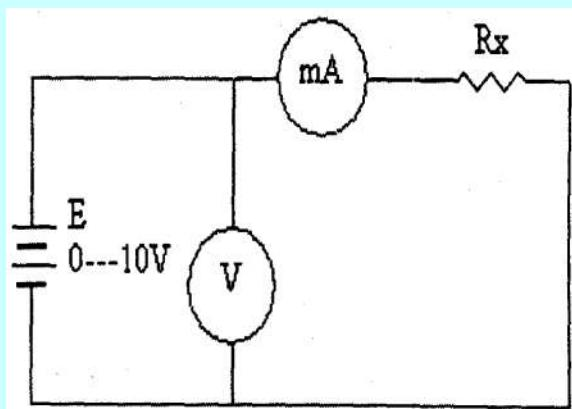
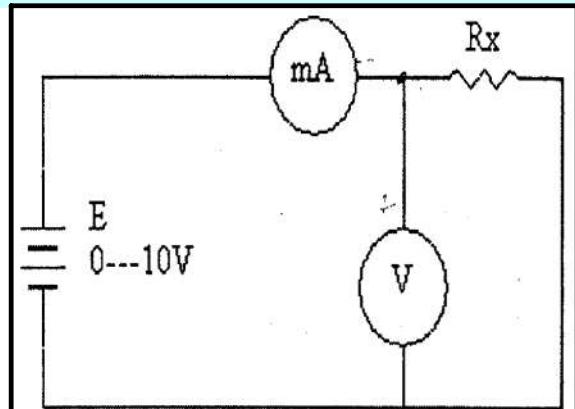

图1电流表内接
图2电流表外接
1. 根据图1和图2连接好电路(即内接和外接两种方法)。金属膜电阻 R_x 为 240Ω ，每改变一次电压V，读出相应的I值，并填入表中，分别作出伏安特性曲线，再从曲线上求得电阻值。